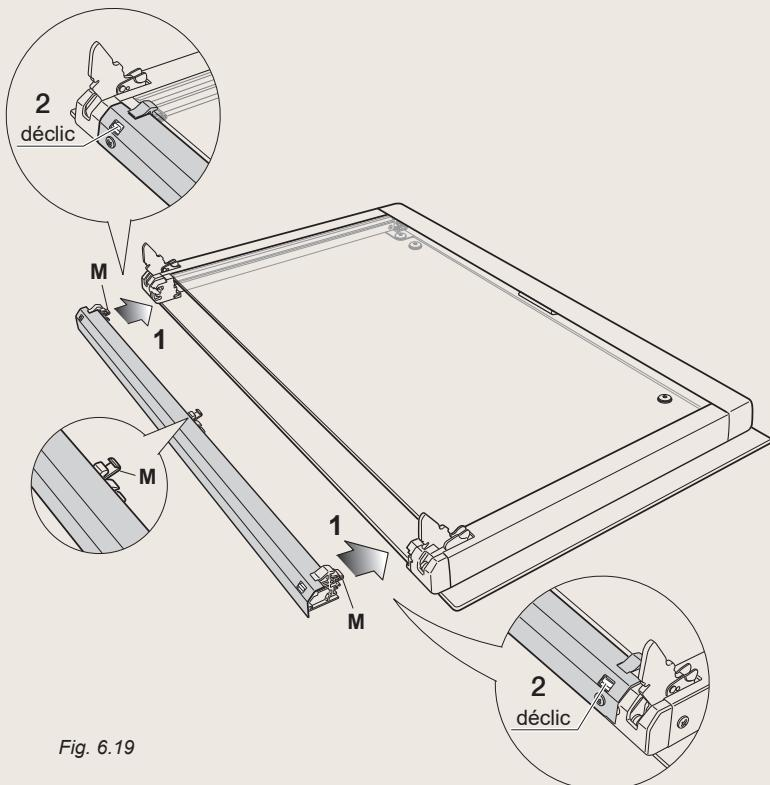

Fig. 6.19
1. Positionner le support inférieur de la vitre comme indiqué dans la figure 6.19. Il doit poser sur le coin inférieur de la vitre extérieure. Vérifier que les pattes "**M**" ne soient pas déformées ou endommagées.